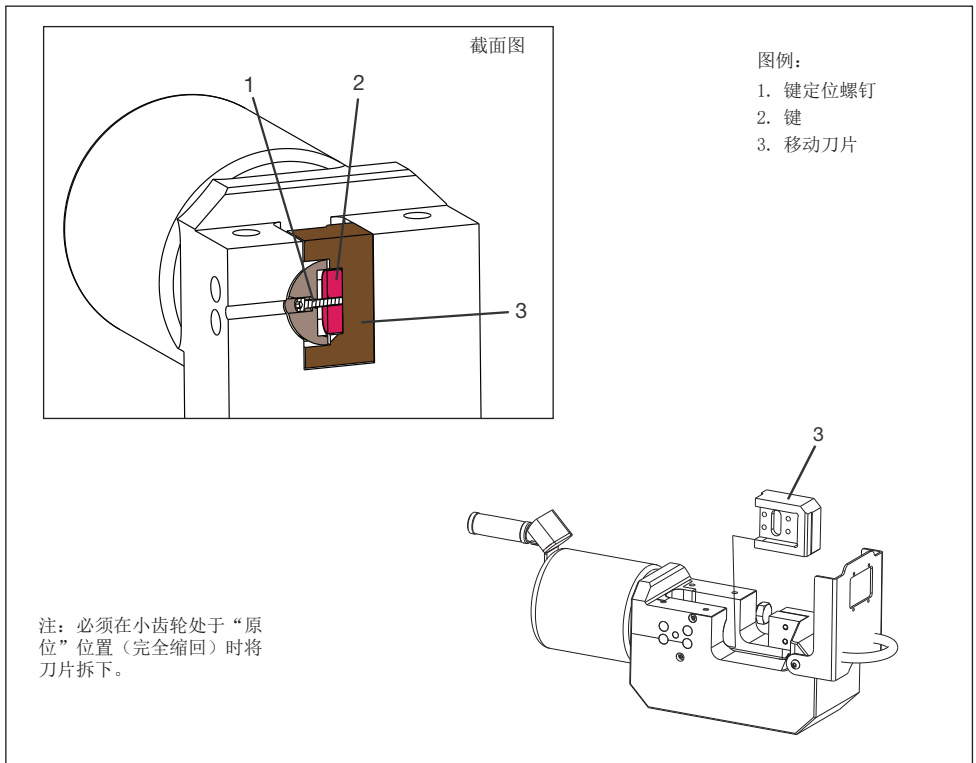

图 17，移动刀片更换（视图 2/2）
7. 松动键定位螺钉（图 17，第 1 项）。继续松动，直到螺钉从键的螺纹孔中完全退出为止（图 17，第 2 项）。
8. 使用螺丝刀轻推定位螺钉（图 17，第 1 项）端部，使键（图 17，第 2 项）完全移至移动刀片（图 17，第 3 项）侧的槽中。
9. 滑出并拆卸磨损的移动刀片和键（图 17，第 2 和第 3 项）。
10. 拆卸键定位螺钉（图 17，第 1 项）。
11. 在新移动刀片（图 17，第 3 项）的键槽中安装新键（图 17，第 2 项）。
12. 将新移动刀片（图 17，第 3 项）插入切断机的刀片槽之中。
13. 将新的键定位螺钉（图 17，第 1 项）滑入切割头侧的孔中。
14. 将键（图 17，第 2 项）螺纹与键定位螺钉（图 17，第 1 项）螺纹相啮合。
15. 拧紧键定位螺钉（图 17，第 1 项），以将键（图 17，第 2 项）推入油缸活塞的键槽之中。扭矩为 91 in-lb [10.3 Nm]。